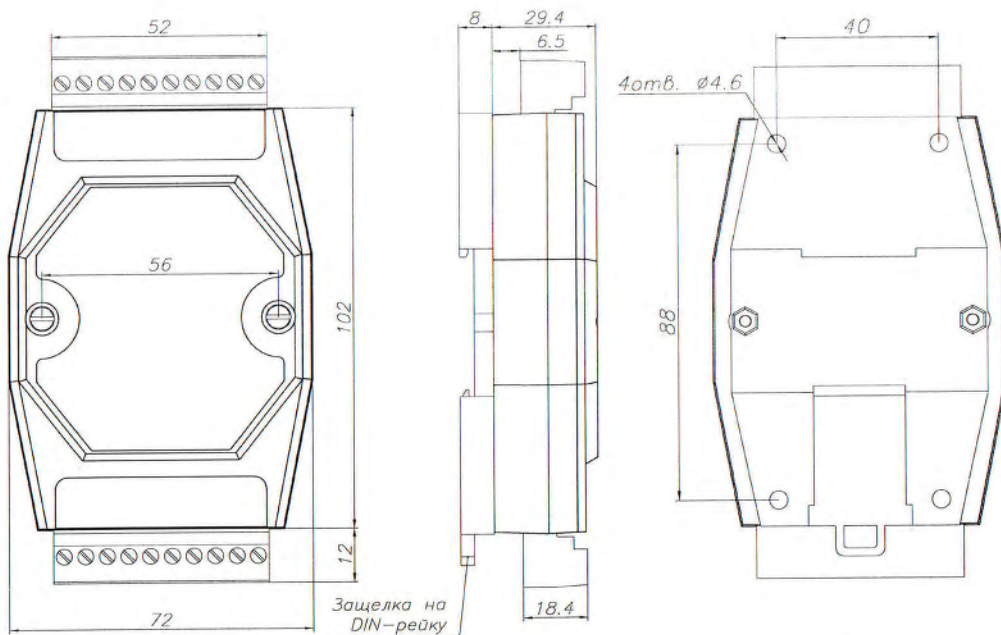

Рис. 5.3 Габаритные и установочные размеры преобразователя
- 5.10 Габаритные и установочные размеры преобразователя см. на рис. 5.3.